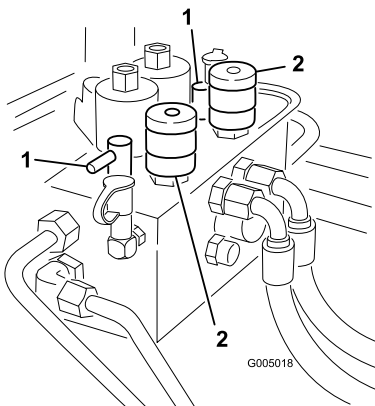

Bild 82
3. Machen Sie die Spindeldrehzahl-Handräder und Läppen-Handräder (Bild 82) ausfindig. Drehen Sie die gewünschten Läppen-Handräder auf die Läppen-Stellung sowie das gewünschte Spindeldrehzahl-Handrad auf die Stellung 1.